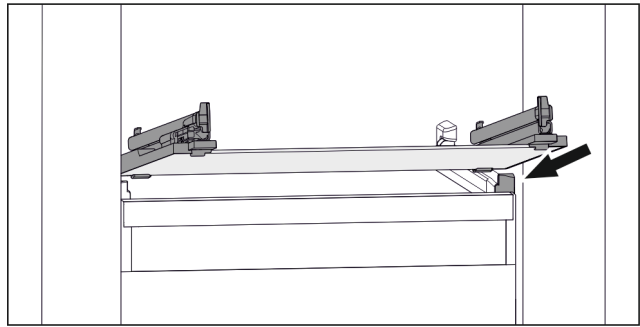

Fig. 117 Exemple de représentation de la tablette en verre
- Placer la tablette en verre, en l'inclinant, derrière les butées. (voir Fig. 117)